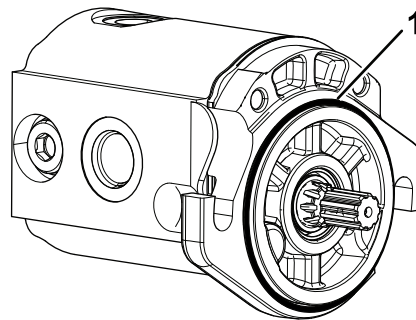

Figura 5
3. Montați inelul de etanșare pe motorul de cilindru (Figura 5).